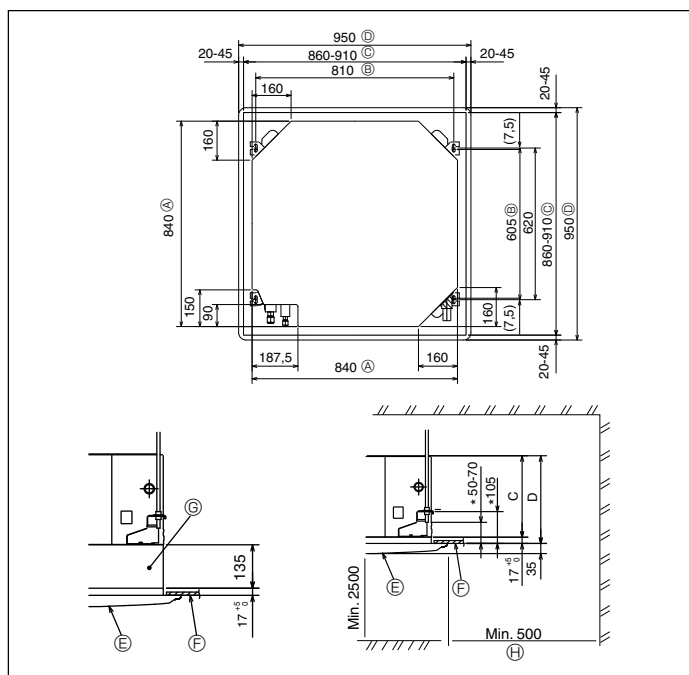

Fig. 3-2
④	Courroie	8
⑤	Vis avec rondelle (M5 × 25) pour monter la grille	4
⑥	Prise d'écoulement	1
⑦	Isolation	1
⑧	Ecrou évasé 1/4F(P60)	1
3.2. Ouvertures dans le plafond et emplacement des boulons de suspension (Fig. 3-2)
* Les dimensions de l'ouverture dans le plafond peuvent être définies au sein de la plage indiquée dans la Fig.3-2 ; centrer l'appareil principal par rapport à l'ouverture dans le plafond, en veillant à la symétrie de chaque côté par rapport à l'orifice.